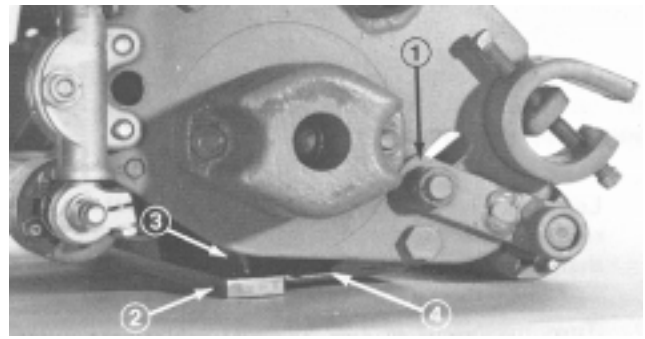

Figure 16
1. Montez le rouleau arrière et les supports de hauteur de coupe sur le plateau de coupe. Pour les hauteurs de coupe inférieures ou égales à 6 mm, montez un support sur la plaque latérale à 3 mm du bas de la fente et serrez l'écrou sur la vis de montage. Ne serrez pas le support de l'autre côté (Fig. 16). Pour les hauteurs de coupe supérieures à 6 mm, centrez le support dans la fente et serrez l'écrou.
2. Placez une plaque de 6 mm d'épaisseur ou plus sous les lames du cylindre, en appui contre le tranchant de la contre-lame (Fig. 16).